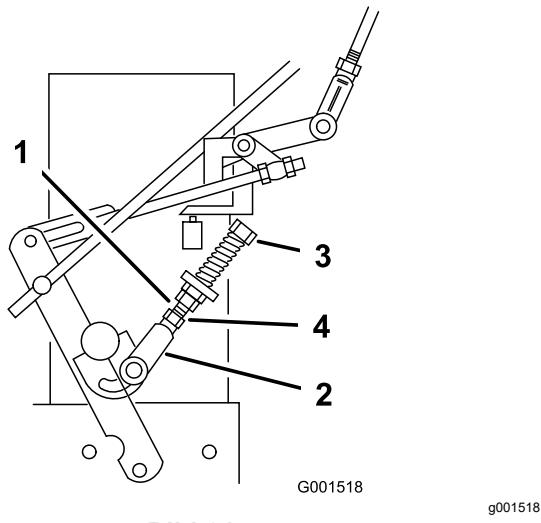

Bild 31
9. Wenn sich die Räder drehen, wenn der Antriebshebel in der NEUTRAL-Stellung ist, müssen die Neutral-Steuergestänge eingestellt werden (Bild 31).
10. Lösen Sie die Mutter gegen den Neutral-Steuergestängebügel (Bild 31).
11. Stellen Sie das Neutral-Steuergestänge ein, bis sich das entsprechende Antriebsrad nicht mehr dreht, wenn der Antriebshebel gegen die Neutral-Feder (NEUTRAL-Stellung) gezogen wird (Bild 31).
12. Drehen Sie die Einstellschraube um etwa eine Vierteldrehung nach rechts, wenn sich das Rad rückwärts dreht. Drehen Sie die Schraube um etwa eine Vierteldrehung nach links, wenn sich das Rad vorwärts dreht (Bild 31).